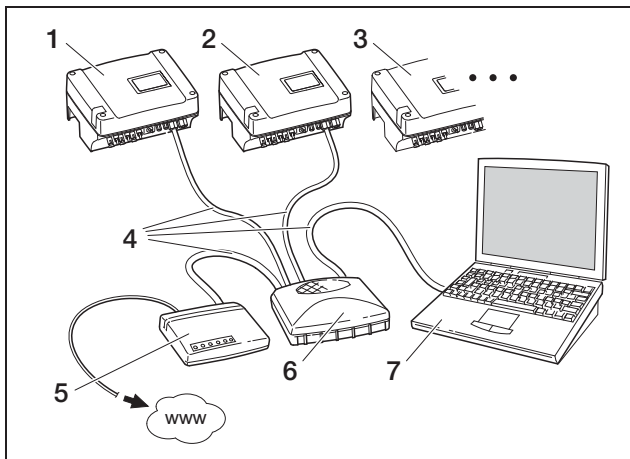

Abbildung 70: Kommunikationsboard I:
- Die Option „Auto-IP / DHCP“ ist für die meisten Anwendungsfälle geeignet (Abbildung 70 bzw. 71).